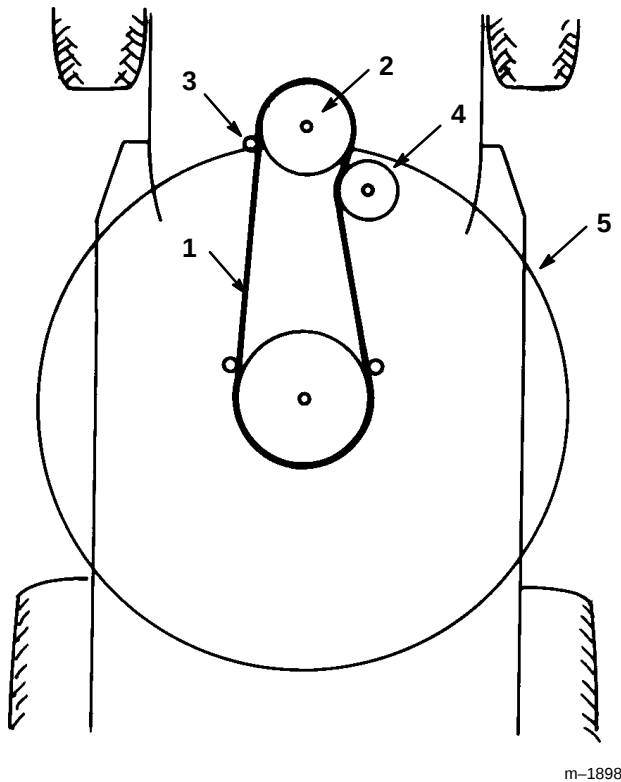

Abbildung 40
10. Den Mähwerkriemen von der unteren Motorscheibe abnehmen (Abb. 40). Wenn vorsichtig vorgegangen wird, können die Riemenführungen gerade so weit von der Riemenscheibe weggezogen werden, daß der Riemen abgenommen werden kann. Wenn es zu schwierig ist, den Riemen zu entfernen, die Schrauben und Muttern lösen, mit denen die Riemenführungen befestigt sind.
- Den Mähwerkriemen an der unteren Motorscheibe anbringen (Abb. 40). Wenn vorsichtig vorgegangen wird, können die Riemenführungen gerade so weit von der Riemenscheibe weggezogen werden, daß der Riemen angebracht werden kann. Wenn es zu schwierig ist, den Riemen anzubringen, die Schrauben und Muttern lösen, mit denen die Riemenführungen befestigt sind.